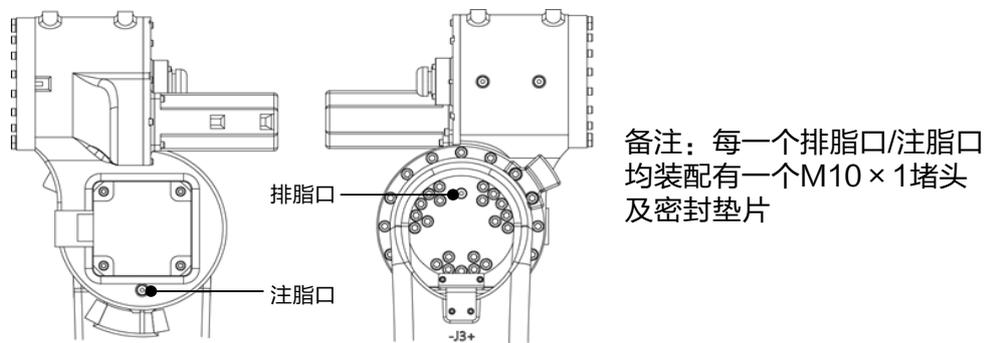

图 10-8 更换 J3 轴减速器润滑脂
- 步骤4.** 卸下排脂口 M10x1 堵头及密封垫片，如图 10-8 所示。